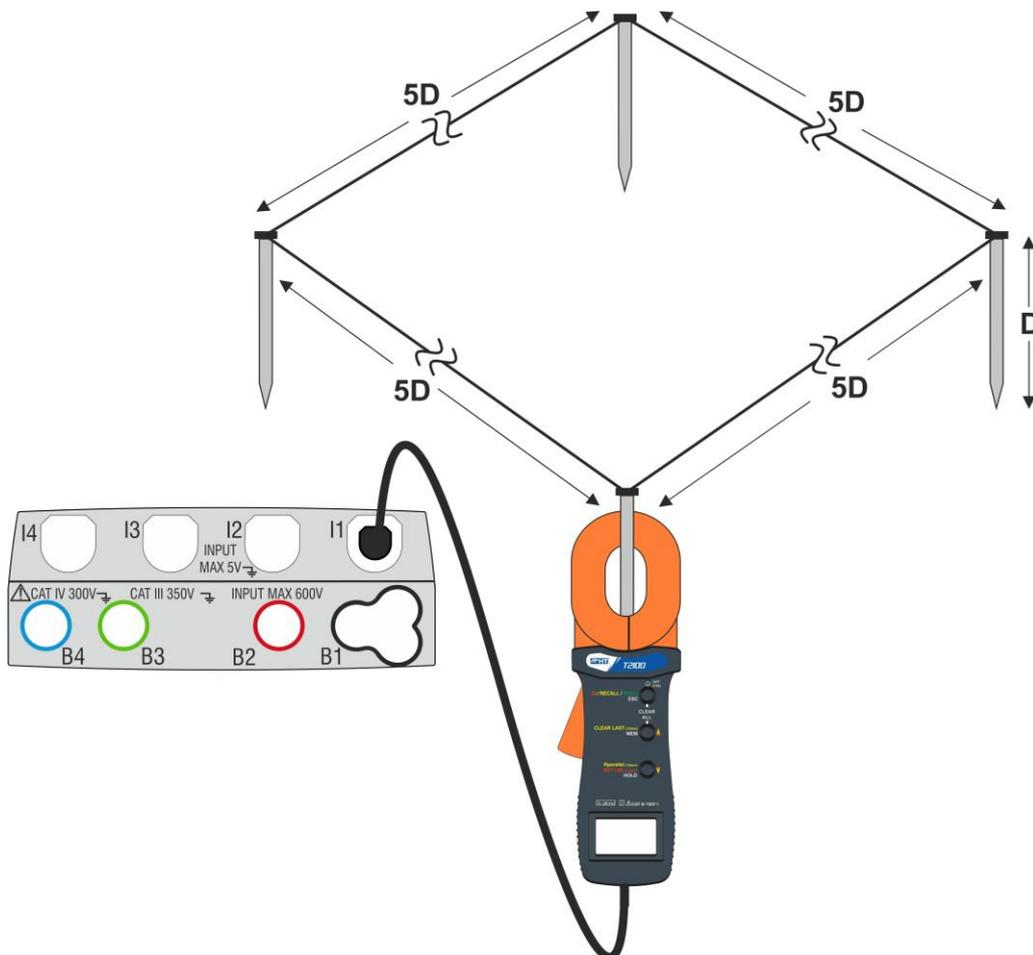

Fig. 31 : Mesure de la résistance d'électrodes de mise à la terre simples à l'aide de la pince T2100
La mesure exécutée par la pince T2100 peut être utilisée pour l'évaluation de résistances d'électrodes simples de mise à la terre dans le cadre d'une installation de terre sans besoin de les déconnecter, **dans l'hypothèse qu'elles ne s'influencent pas entre elles** (voir Fig. 31)
4. Connecter la pince à la première électrode du réseau de terre considérée comme il est montré à la Fig. 31. Remarquer la valeur de la résistance dans le champ **R** et appuyer sur l'icône  pour entrer cette valeur dans le calcul de la résistance en parallèle et augmenter le paramètre **N** d'une unité (**N** =1)